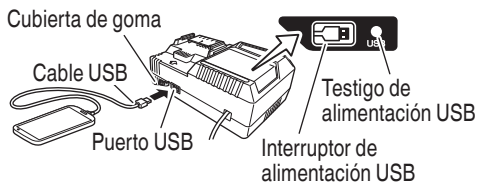

Fig. 8
- Encienda el enchufe de alimentación USB (Fig. 8)
- Conecte el cable USB. (Fig. 8)
- Apague el interruptor de alimentación USB y desenchufe el cable de alimentación de la toma de alimentación eléctrica. (Fig. 8)